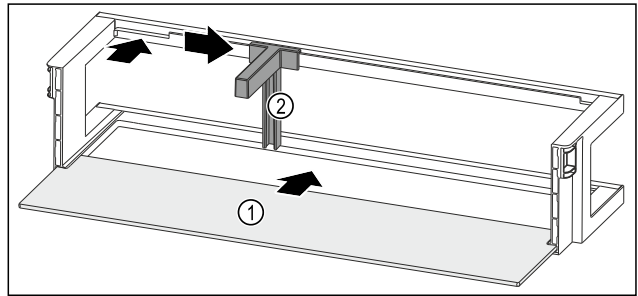

Fig. 176 Türabsteller mit Abstellfläche
- ▶ Abstellfläche Fig. 176 (1) in die seitlichen Aussparungen einschieben.
- ▶ Flaschenhalter Fig. 176 (2) in die Aussparung einsetzen.
- ▶ Flaschenhalter Fig. 176 (2) in gewünschte Position zur Seite schieben.